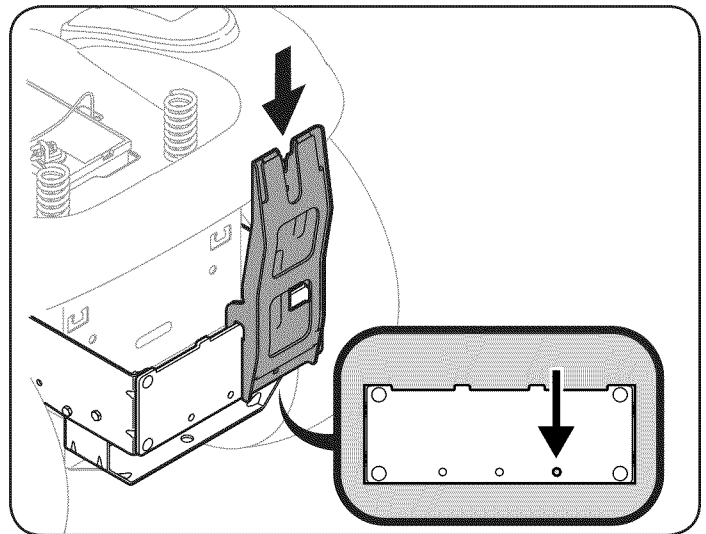

Figure 7
5. Instale el soporte vertical en el ensamble de montaje en el tractor enganchándola sobre el soporte de montaje transversal y alineando con el orificio de la derecha como se muestra en la Figure 7.